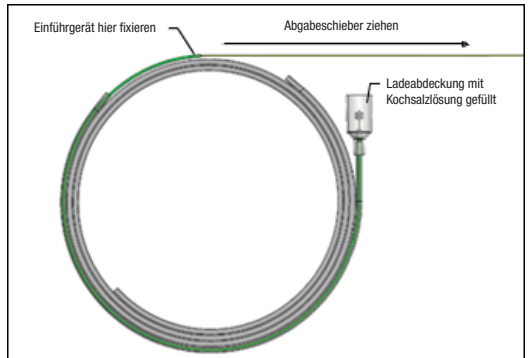

Abbildung 5 – Den Abgabeschleiber in proximaler Richtung ziehen, um das Implantat zurückzuziehen.
- Mit einer Hand das grüne Einführgerät fixieren, den Abgabeschleiber greifen und vorsichtig proximal ziehen, um mit dem Zurückziehen des Implantats zu beginnen, siehe Abbildung 5.